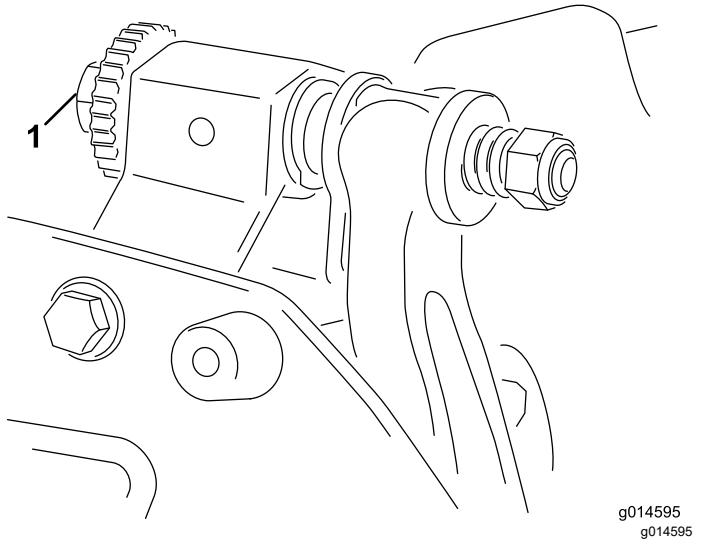

Figure 6
- A. Tournez les vis de réglage de la barre d'appui dans le sens horaire (Figure 6), un cran à la fois, jusqu'à ce que vous sentiez et entendiez un léger contact.
6. Tournez la vis de réglage droite de la barre d'appui (Figure 6) jusqu'à ce que vous sentiez une légère pression sur la cale lorsque vous la faites glisser d'un côté à l'autre. Enlevez la cale.